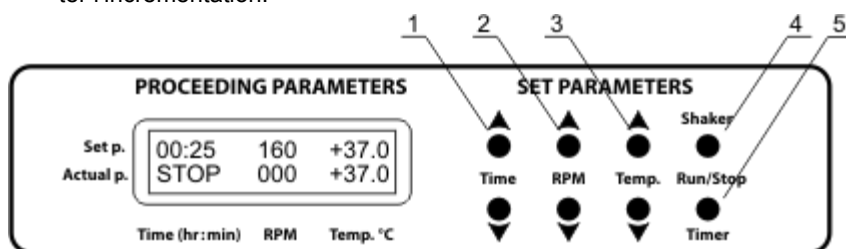

Fig.2 Panneau de configuration
- 4.3. **Réglage de la durée (Time).** Utilisez les touches **Time** ▲ et ▼ (Fig. 2/1) pour programmer l'intervalle de durée de travail souhaitée en heures et en minutes (intervalle d'incréméntation de 1min). Appuyez sur la touche pendant plus de 3 secondes pour augmenter l'incréméntation.
- 4.4. **Réglage de la vitesse (RPM).** À l'aide des touches **RPM** ▲ et ▼ (Fig. 2/2), programmez la vitesse requise (intervalle d'incréméntation 10tpm.). Appuyez sur la touche pendant plus de 3 secondes pour augmenter l'incréméntation.
- 4.5. **Réglage de la température (Temp.°C).** Utilisez les touches **Temp.** ▲ et ▼ (Fig. 2/3) pour régler la température souhaitée (intervalle d'incréméntation de 0,1°C). Appuyez sur la touche pendant plus de 3 secondes pour augmenter l'incréméntation.
- 4.7. Appuyez sur la touche **Shaker-Run/Stop** (Fig. 2/4). La plate-forme se mettra à tourner et l'indicateur du minuteur commencera à décompter l'intervalle de temps (précis à 1 minute près).
Attention! Une fois que la durée programmée s'est écoulée, le mouvement de la plate-forme s'arrête automatiquement. En revanche, le chauffage s'arrête UNIQUEMENT manuellement en utilisant la ▼ touche **Temp.** (Fig. 2/3 - touche du bas) pour baisser la température jusqu'à ce que l'indication OFF apparaisse dans la ligne supérieure de l'écran.
- 4.10. Le minuteur peut être réinitialisé en cours d'utilisation, si nécessaire. Appuyez deux fois sur la touche **Timer-Run/Stop** (Fig. 2/5) (la première fois, pour arrêter le minuteur; la deuxième fois, pour le redémarrer).